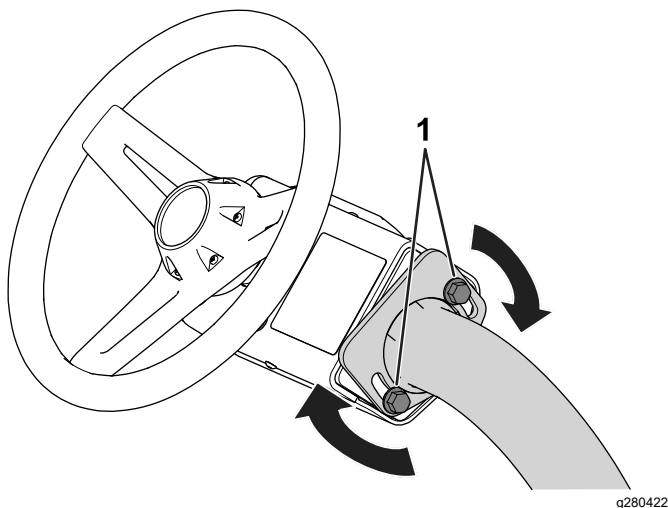

Figura 29
1. Slăbii uruburile (Figura 29) care fixează ansamblul volanului pe braul de direcție.
3. Strângeți uruburile (Figura 29) pentru a fixa ansamblul volanului în poziia ajustată.